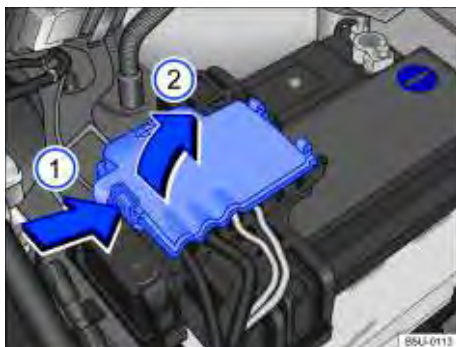

Fig. 200 Compartimento do motor: acesso ao terminal positivo da bateria.
- Abrir a cobertura do polo positivo. Para abrir pressionar a trava no sentido da seta ⇒ **Fig. 200** , rebater a cobertura para o lado no sentido da seta .